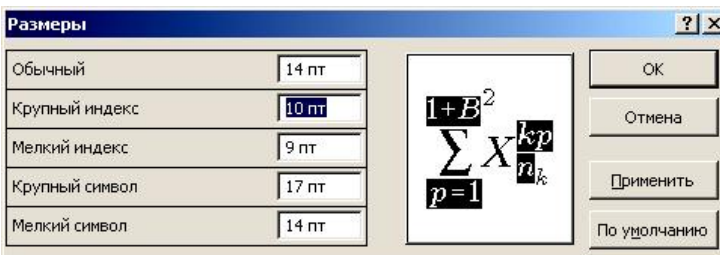

Рисунок 2
*Крупный индекс* используют для верхних и нижних индексов, относящихся к символам обычного размера, а также для пределов в интегралах, суммах и других шаблонах (рисунок 2). Рекомендуемый шрифт – *Times New Roman*, размер 10 pt.